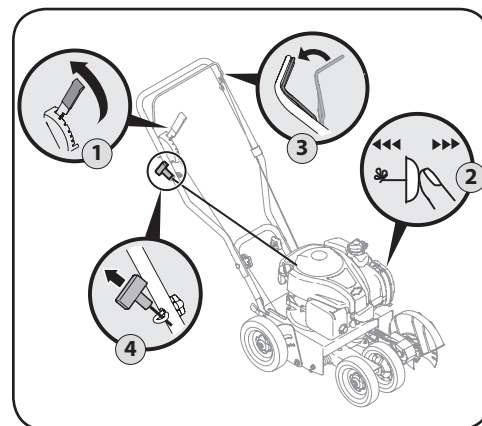

Figura 4-2
2. Empuje el cebador como se indica en el manual del motor. Vea la Figura 4-2. No cebe el motor caliente para reiniciarlo luego de una detención breve.
4. Con la mano derecha, tome la manija del arrancador de retroceso y tire de la cuerda para sacarla con un movimiento rápido y continuo. Vea la Figura 4-2. Mantenga firme la manija del arrancador, deje que la cuerda regrese lentamente al arrancador. Repita hasta que el motor esté en marcha. Deje que la cuerda se enrosque lentamente de regreso.